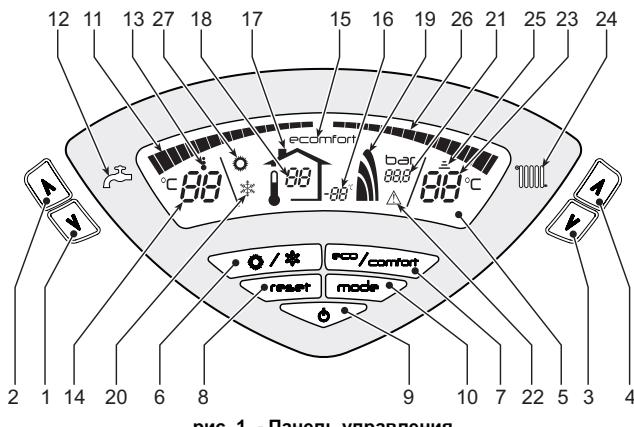
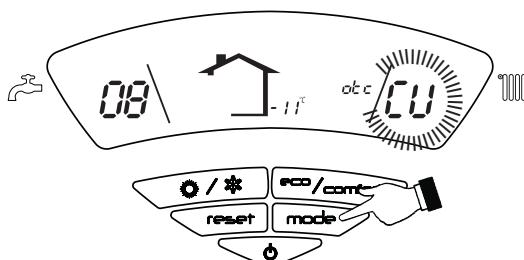

рис. 1 - Панель управления
рис. 11 - Кривая компенсации
Запрос на отопление (со стороны комнатного термостата или устройства ДУ с таймером) сопровождается миганием символа **Работы агрегата в режиме отопления** (поз.25 - рис. 1).
Индексные метки с подсветкой системы отопления (дет. 26 - рис. 1) зажигаются по мере приближения измеряемой датчиком температуры к заданному значению.
Запрос на горячее водоснабжение (в результате забора горячей воды) сопровождается миганием символа **Работы агрегата в режиме горячего водоснабжения** (поз. - рис. 1). Убедитесь, что функция Comfort (поз. 15 - рис. 1 ) находится в активном режиме
Индексные метки с подсветкой системы ГВС (поз. 11 - рис. 1) зажигаются по мере приближения измеряемой датчиком температуры к заданному значению.
При включенном системе нагрева воды в бойлере ( заводская установка) на дисплее отображается символ режима COMFORT (поз. 15 - рис. 1); наоборот, если система нагрева выключена, на дисплее высвечивается символ режима ECO (поз. 15 - рис. 1)
Бойлер может быть выключен пользователем (режим ECO) нажатием кнопки eco/comfort(рис. 1 (поз. 7 - ). Для включения режима "КОМФОРТ" снова нажмите кнопку "Экономичный"/"Комфорт" (поз. 7 - ).рис. 1
Нажмите кнопку Вкл/Выкл (поз. 9 - рис. 1) на 1 секунду.
Для повторного включения котла снова нажмите кнопку Вкл/Выкл (поз. 9 рис. 1) на 1 секунду.
- Нажмите кнопку ВКЛ/ВЫКЛ (9 - рис. 1)
Нажмите кнопку Лето/Зима (поз. 6 - 6 - рис. 1) на 1 секунду.
На дисплее высвечивается символ "Лето" (поз. 27 - рис. 1): При этом котел будет вырабатывать только воду для ГВС. Остается активной система антизамерзания.
Для выключения режима "Лето" вновь нажмите кнопку Лето/Зима (Поз. 6 - рис. 1) на 1 секунду.
Температура в системе отопления регулируется в пределах от 30 °C до 80 °C с помощью клавиш (поз. Зрис. 1 и 4 - ).
Температура в системе ГВС регулируется в пределах от 10°C до 65°C с помощью клавиш (дет. рис. 11 и 2 - ).
При установке внешнего датчика (опция) на дисплей панели управления (поз. 5 - ) выводится рис. 1 текущая внешняя температура, измеряемая этим датчиком. При этом система управления котлом работает в режиме "Плавающая температура". В этом режиме температура воды в системе отопления регулируется в зависимости от внешних климатических условий с тем, чтобы обеспечить максимальный комфорт и экономию энергии в течение всего года. Так, при повышении внешней температуры понижается температура подачи воды в систему отопления, что производится по определенной "кривой погодозависимого регулирования".
В режиме плавающей температуры величина, заданная с помощью клавиш регулировки отопления (поз. 3 и 4 - рис. 1), становится максимальной температурой воды системы отопления. Рекомендуется устанавливать ее на максимальную величину, чтобы позволить системе выполнять регулировку во всем полезном рабочем диапазоне.
При однократном нажатии на клавишу Режим (поз. 10 - рис. 1) отображается фактическая компенсационная кривая (рис. 11), которую можно изменить с помощью клавиш системы ГВС (поз. 1 и 2 - рис. 1).